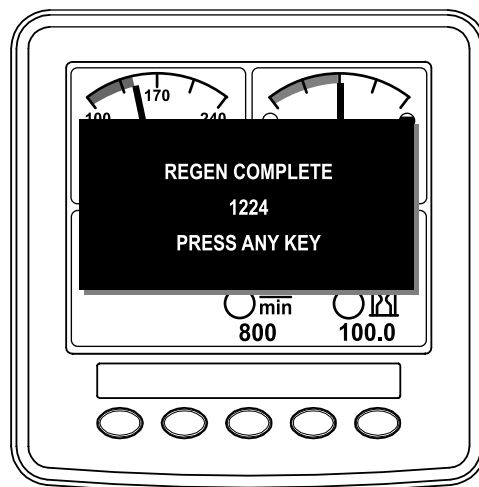

Figura 62
11. Quando o computador do motor conclui uma regeneração em estacionamento ou de recuperação, o InfoCenter apresenta o Aviso N.º 1224 (Figura 62). Pressione qualquer botão para sair para o ecrã inicial.